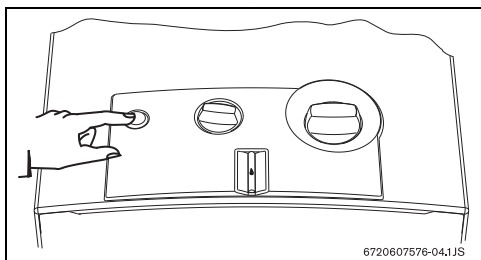

Рис. 6
- ▶ Нужно только нажать главный выключатель (рис. 6).